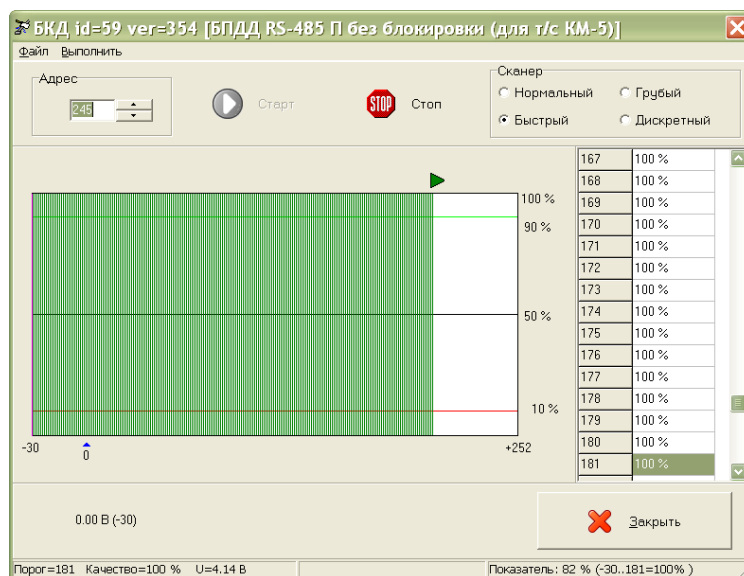

Рисунок 18 - Качество связи в ИПЛ
5) Проверить качество связи в ИПЛ между БКД-DIN и адресным устройством (рисунок 18). Для исправного БКД-DIN качество связи должно быть 100 % на всем диапазоне порогов приема ИПЛ.